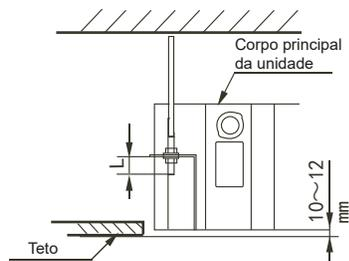

Fig. 4-10
- Prenda o aparelho de ar-condicionado com firmeza apertando as porcas com uma chave depois de ajustar adequadamente a posição do corpo. (Consulte a Fig. 4-10)